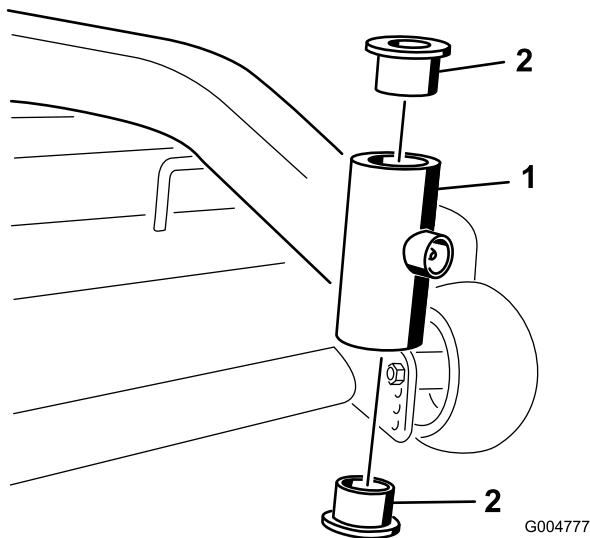

Bild 34
4. Stecken Sie einen Stift in das Befestigungsrohr und treiben die Büchsen vorsichtig heraus (Bild 34). Reinigen Sie die Innenseite des Befestigungsrohrs.